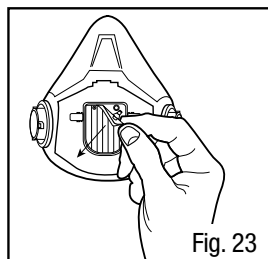

Fig. 23
2. Enlever la soupape d'exhalation 6583 3M^{MC} existante de son siège en la saisissant et en retirant chaque tige de soupape de celui-ci (Fig. 23).